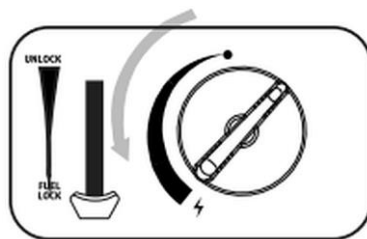

Рис. 9
1. Затем повернуть поворотный регулятор (17) влево в положение зажигания (18) и удерживать его в этом положении несколько секунд до щелчка зажигания. (Рис. 9)